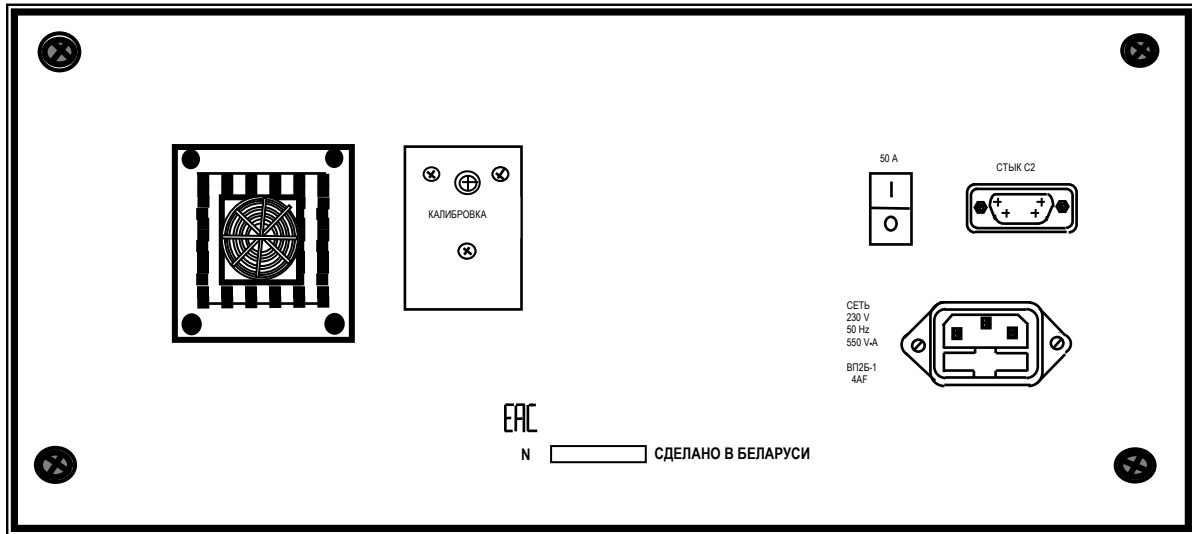

Рисунок 2.2 – Схема расположения органов управления и подключения на задней панели калибратора Н4-101
2.3.5 На задней панели калибратора (рисунок 2.2) расположены органы управления и подключения, обозначение и значение которых приведены в таблице 2.2.